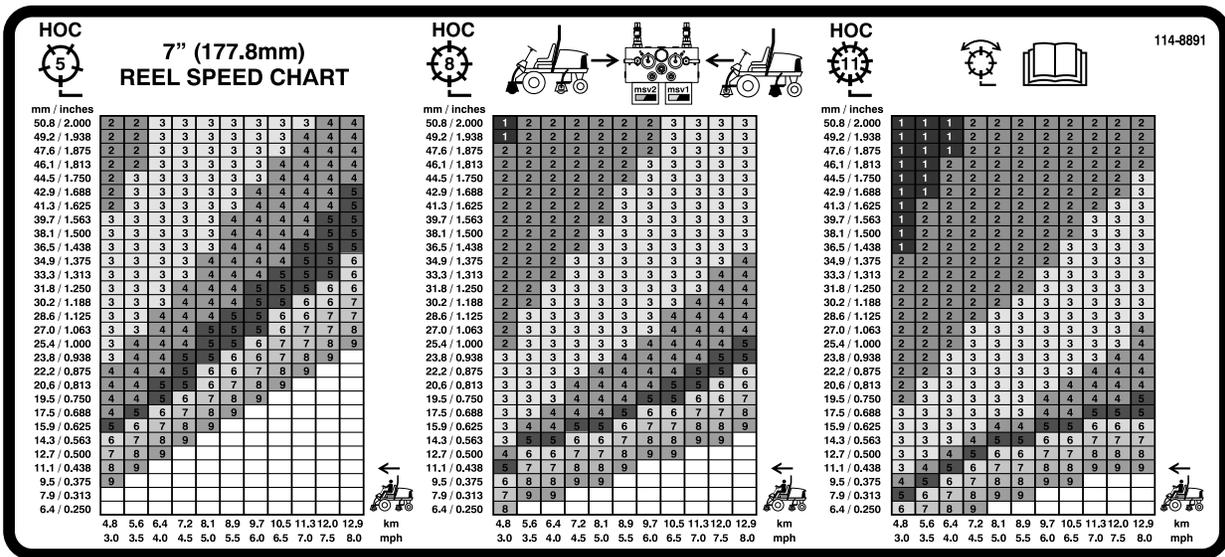
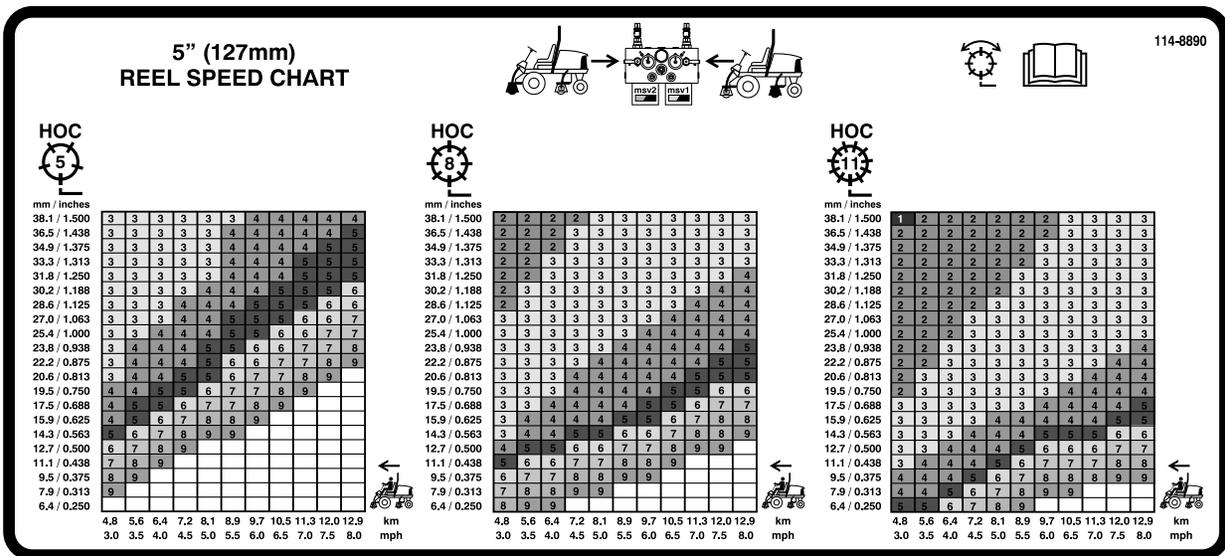

Bild 40
Bild 41
3. Ermitteln Sie mit der entsprechenden Tabelle auf dem Schild 110-0996 (Bild 40) für Reelmaster 5510 & 5610, 17,8 cm [7 Zoll] Spindelmähwerke, oder Schild 110-8923 (Bild 41) für Reelmaster 5210